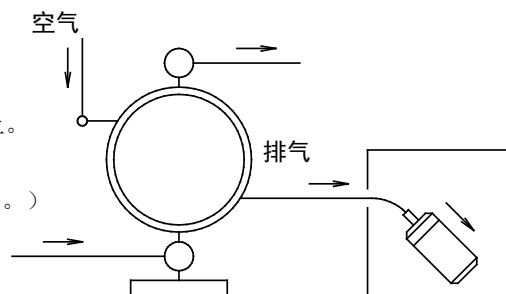

Fig.3.2
- * 不要将排出气体排放在液剂中，请将其排放到外部。方法请参见后面叙述的〈NOTE〉外部排气方法Fig.3.2。